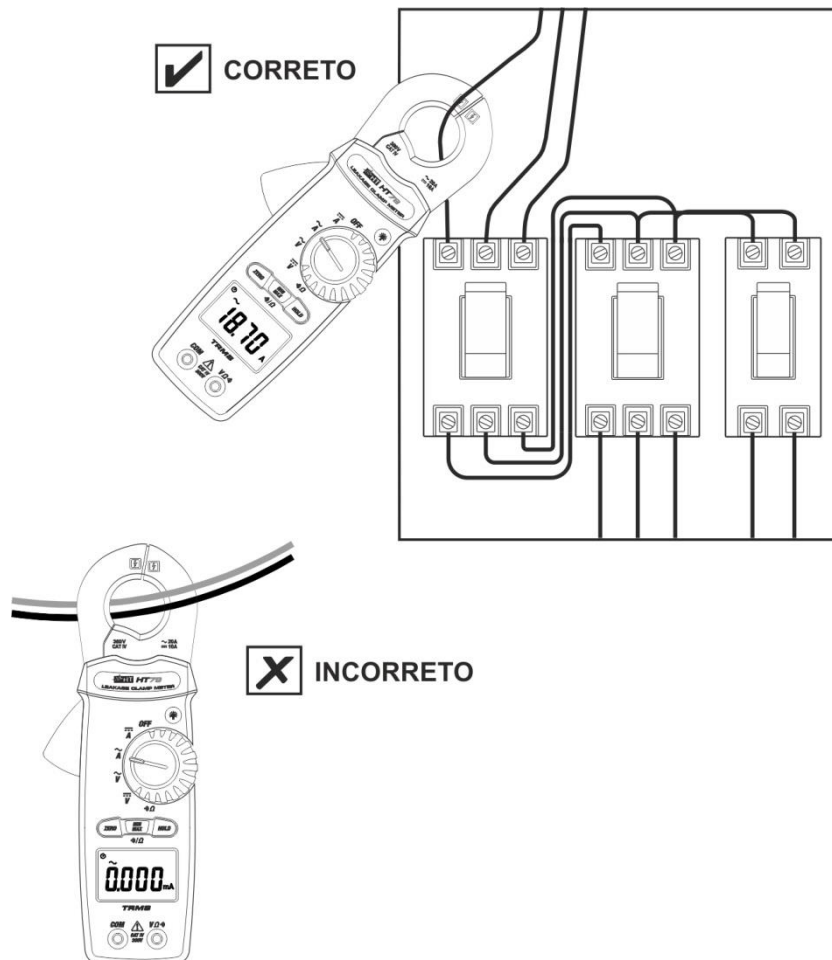

Fig. 9: Uso do instrumento para medir Correntes CA
2. Inserir o cabo no interior do toróide no centro do mesmo (ver Fig. 9) a fim de obter medições precisas (ver Fig. 2). O valor da corrente CA, é apresentado no display